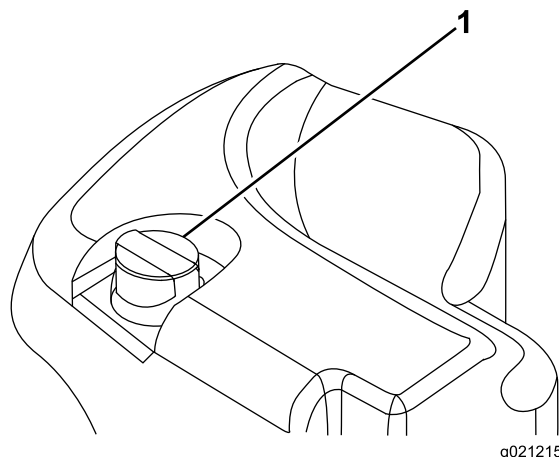

Figura 64
2. Limpie la zona alrededor del cuello de llenado y el tapón del depósito hidráulico (Figura 64).